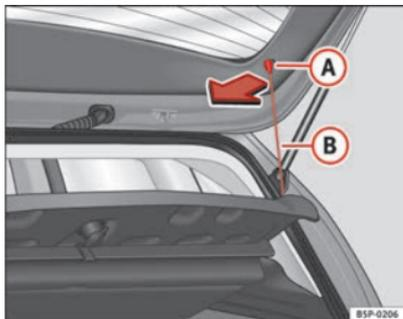

Abb. 123 Hutablage
- Hängen Sie die Streben \Rightarrow Abb. 123 **(B)** aus den Aufnahmen **(A)** aus.